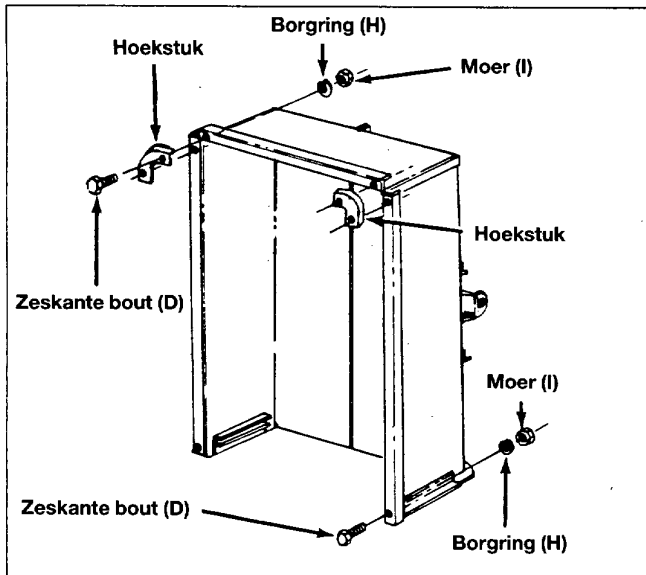

Fig. 10
15. Monteer de twee hoekstukken aan de voorkant en twee bouten door de zijkanten en de versterking van de achterklep. Gebruik 6 × 12 mm zeskante bouten (D), borgringen (H) en moeren (I). Zie fig. 10.